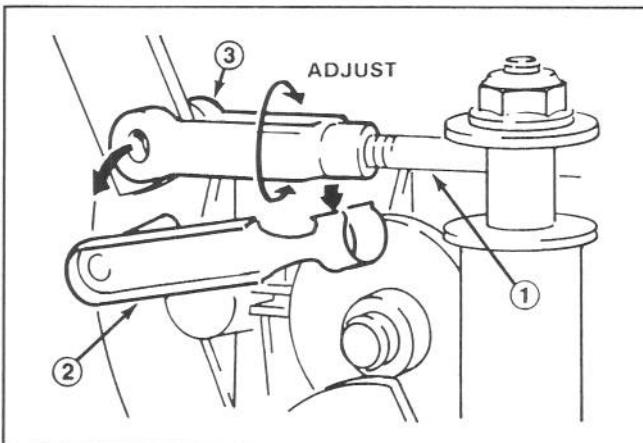

Figure 19
**14.** Trouver l'extrémité de la tige d'embrayage de l'unité du côté gauche de la transmission (Fig. 19). Enlever la rondelle de retenue de la goupille et tourner celle-ci pour allonger ou raccourcir la tige, jusqu'à ce que l'écart souhaité, entre la courroie et la poulie, soit obtenu.